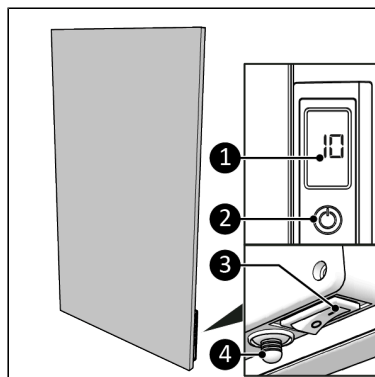

Figure 95.
1. Placez le commutateur ON/OFF en position ON (Figure 95, pos. 3).
2. Appuyez sur la touche ON/OFF du panneau de commande (Figure 95, pos. 2) ou de la télécommande.
3. L'écran (Figure 95, pos. 1) affiche d'abord la température réglée pendant 3 secondes, puis la température ambiante.